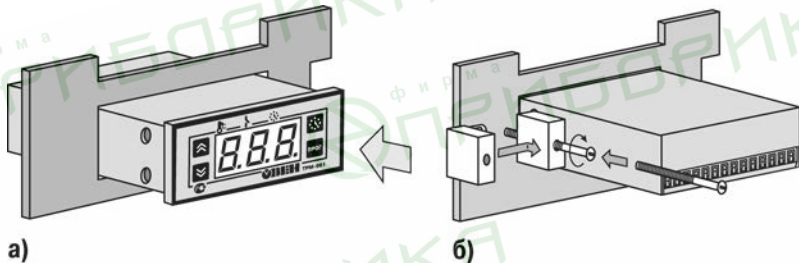

Рисунок 5.1
5.1.2 Вставить прибор в отверстие лицевой панели щита, рисунок 5.1, а.
5.1.3 Вставить фиксаторы из комплекта поставки в отверстия на боковых стенках прибора, рисунок 5.1, б.